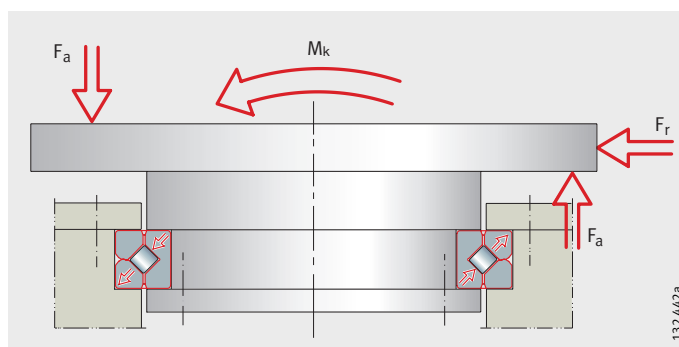

Figura 6
- con disposizione del carico secondo *Figura 6*